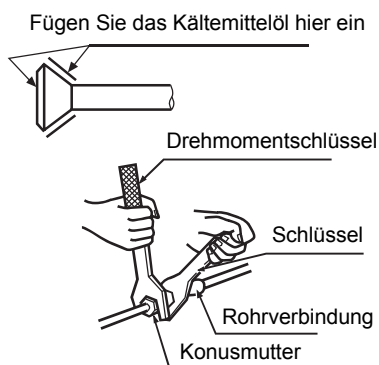

Abb.7
- Verwenden Sie zum Anschließen der Rohre an den Ventilkasten oder zum Entfernen aus dem Ventilkasten einen Schraubenschlüssel und einen Drehmomentschlüssel, wie in Abb. 7 dargestellt.